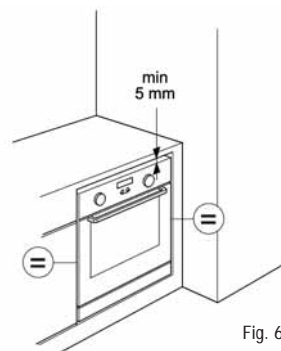

Fig. 6
- Per i forni installati sotto il piano di lavoro è richiesta una fessura minima di 5 mm tra il bordo superiore del forno e il bordo inferiore del piano di lavoro (fig. 6). **Per il corretto funzionamento del prodotto questa fessura non va mai chiusa.**